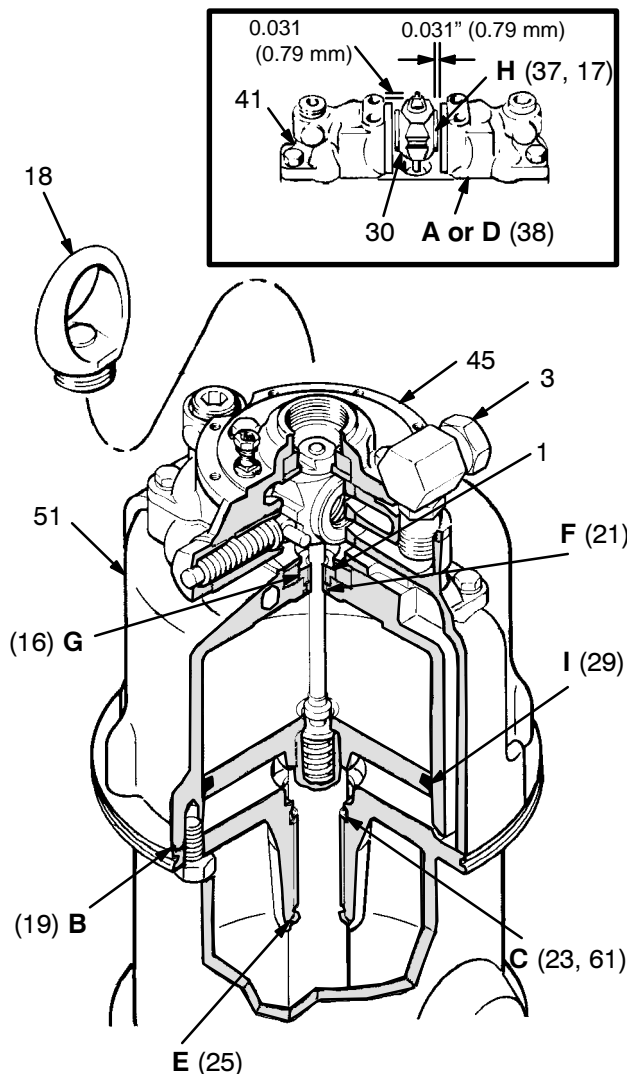

Fig. 2
For å starte en motor som har stanset, skru ut løfteringen (18) av sperrehakehuset (45), og bruk en skrutrekker for å trykke luftventilhuset (30) ned. Se Fig. 2.
For å lokalisere luftlekkasjer, steng lufttilførselen og kople fra luftslangen. Skru innløpsforbindelsen (3) ut av luftmanifolden (41), demonter dekselet (51), og skru deretter forbindelsen inn i manifolden igjen. Se Fig. 2. Kople til luftslangen og sett på luft. IKKE overstig 2,8 bar (40 psi) inngående lufttrykk. Bruk kontrollmetodene som er satt opp i Kontrolldiagrammet nedenfor for å finne lekkasjen.
2. Skru av luftinntaksforbindelsen (3), kople fra jordingskabelen og skru av løfteringen (18). Se Fig. 2.